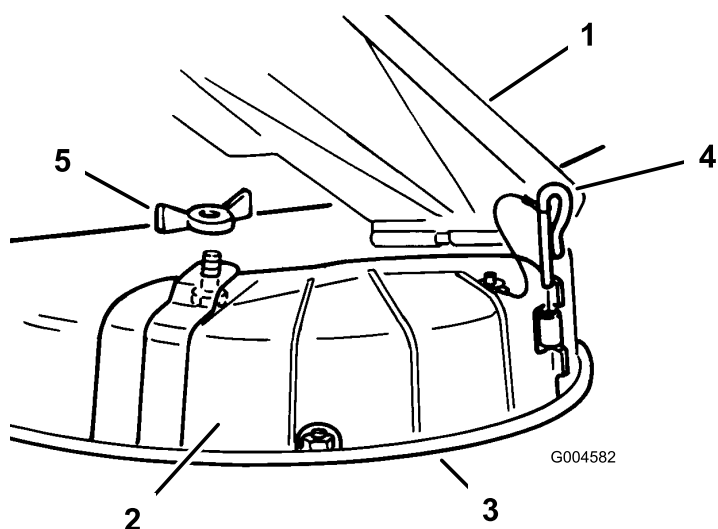

Figura 25
3. Sollevate il deflettore di sfalcio, posizionate il coperchio di scarico sull'apertura del bordo inferiore dell'apparato di taglio ed inseritelo sulla parte anteriore della cerniera (Figura 25).
- Fate scorrere il perno di cerniera sulla cerniera (Figura 25).
- Fissate il coperchio di scarico al tosaerba con il dado ad alette (Figura 25).